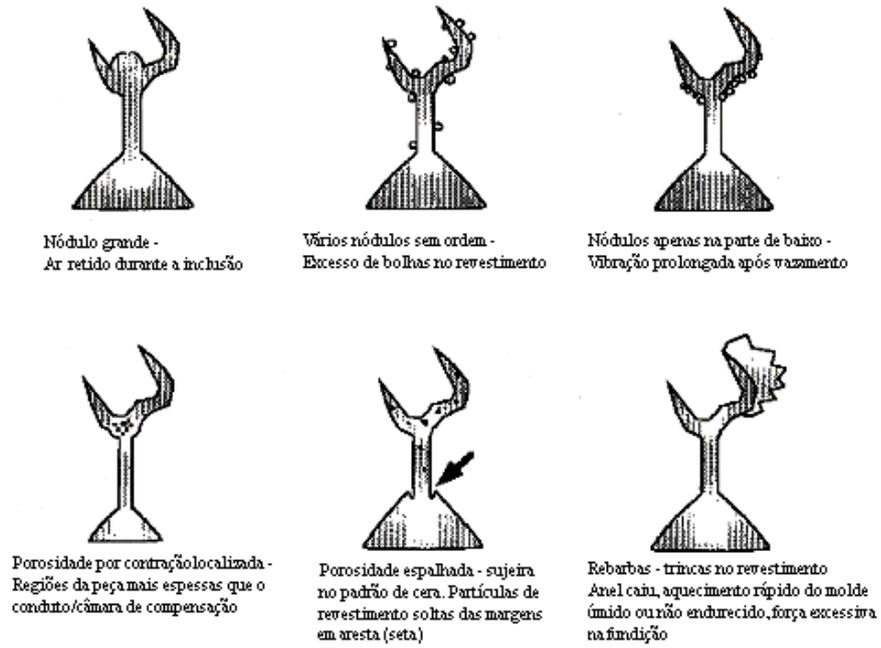

Figura 4 - Exemplos de falhas de fundição.
**Análise crítica:** Compare sua peça com o desenho abaixo (Figura 4) e procure identificar se ocorreu algum desses erros. Discuta com os colegas e com o professor da bancada.